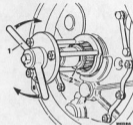

Abb. A.28
- Werkzeug 18G 1068B über die Kurbelwelle schieben und die Fingergelutier auf dem Mittelschalen im Uhrzeigersinn drehen um die Dichtung in das Gehäuse einzuschieben, Abb. A.28. Die Dichtung sitzt verchromt-fähig wenn der Boden des Werkzeugs die Lippe der Gehäusebohrung berührt.